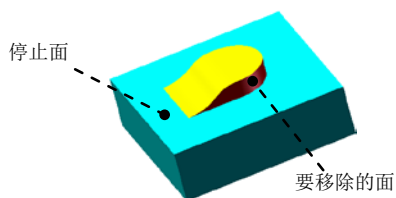

图 4.9 成形工具 1
Step6. 创建图 4.9 所示的零件特征——成形工具 1。
(1) 选择命令。选择下拉菜单 **插入(I)** → **钣金(B)** →  **成形工具** 命令。
(2) 定义成形工具属性。
① 定义停止面。激活“成形工具”对话框 **停止面** 区域, 选取图 4.9 所示的模型表面为成形工具的停止面。
② 定义移除面。激活“成形工具”对话框 **要移除的面** 区域, 选取图 4.9 所示的模型表面为成形工具的移除面。
(3) 单击  按钮, 完成成形工具 1 的创建。